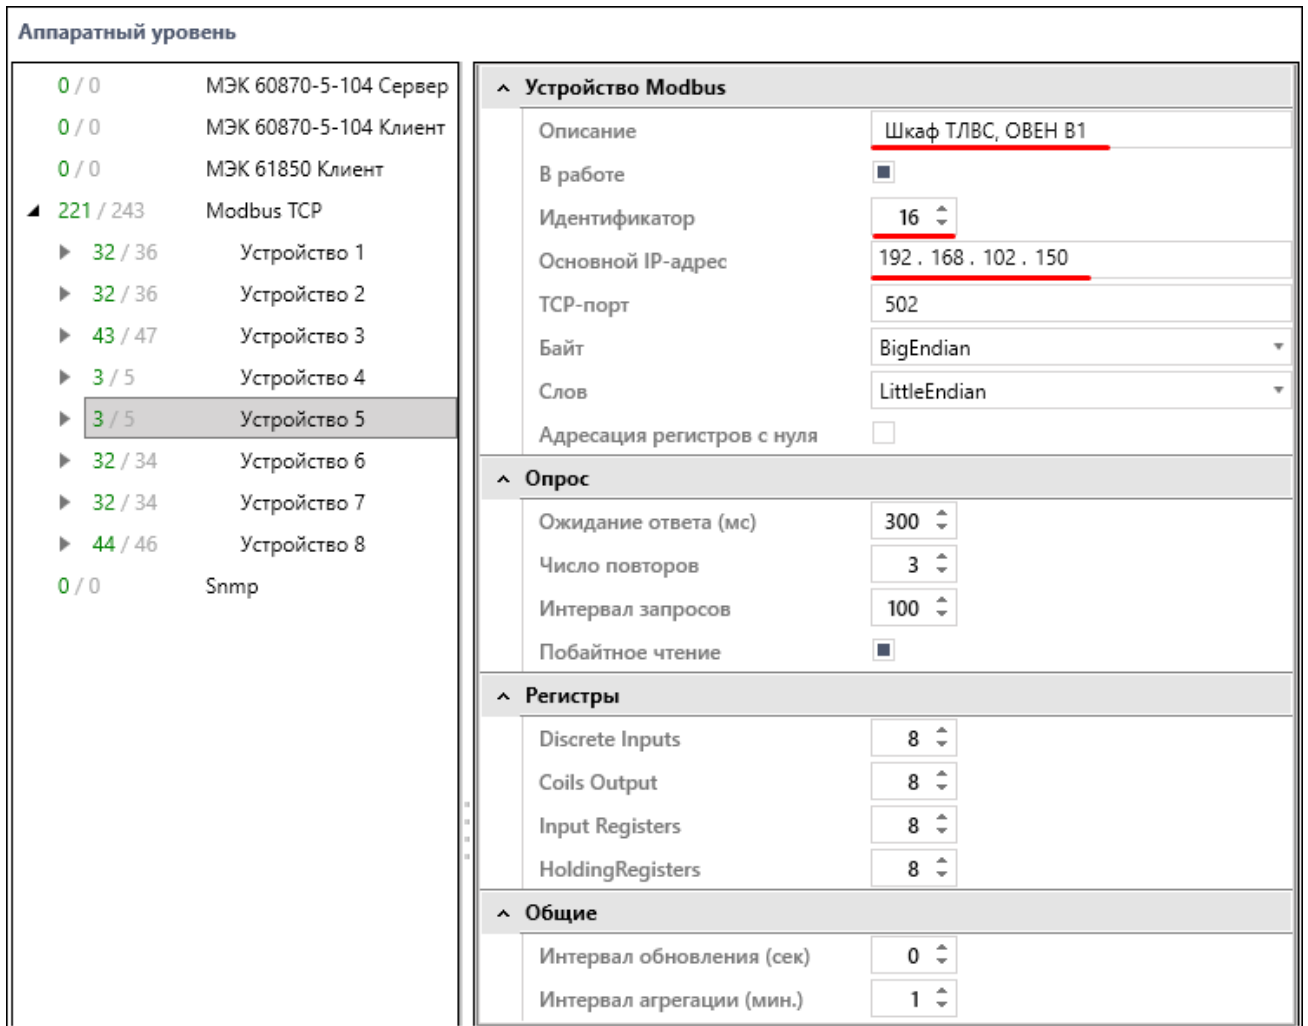

Рисунок 460 - Устройство второго шлюза
- В созданных устройствах 5-8 заполните форму конфигурирования согласно п.2 раздела **Настройка соединений по Modbus TCP** документа «Redkit Builder. Руководство администратора. ПБКМ.62.01.29.000-410.03», но с указанием идентификатора устройства N (где N - номер устройства), и IP-адресом второго шлюза (Рисунок 460).